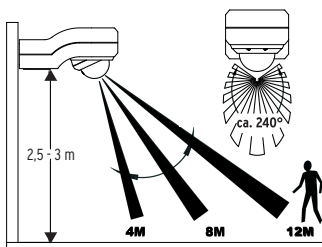

Fig. 1A
- Il sensore di movimento, idealmente, dovrebbe essere fissato ad un'altezza di 2,5 / 3 metri al di sopra dell'area da monitorare (vedi fig. 1A).